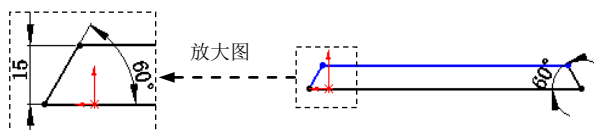

图 17.8.25 横断面草图
(5) 编辑边线一法兰草图。在设计树的 **边线-法兰1** 上右击, 在系统弹出的快捷菜单上单击 命令, 系统进入草图环境。绘制图 17.8.25 所示的横断面草图。退出草图环境, 此时系统完成边线一法兰 1 的创建。